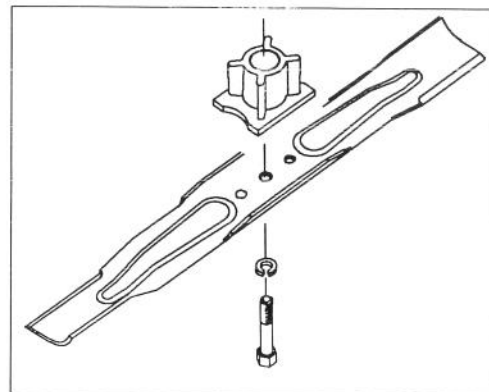

Figure 23
- 5B. **RETRAIT DE LA LAME** — Saisissez l'extrémité de la lame en vous servant d'un chiffon ou d'un gant bien rembourré. Enlevez le boulon de lame et la lame (Fig. 23).